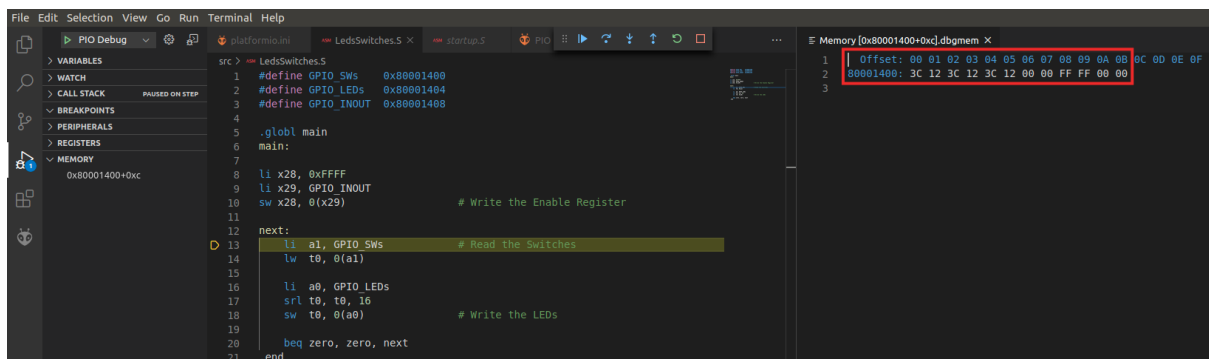

图58. 存储器地址0x80001400-0x8000140B
- d. “Memory”（存储器）显示将在右侧打开，其中显示我们已请求的12个字节（参见图58）。我们在16个开关中的值为0x123C（参见地址0x80001402和0x80001403处的字节）。考虑到RISC-V架构采用小端模式，因此图中所示的值与之一致。16个LED（存储在地址0x80001404和0x80001405处）显示相同的值。